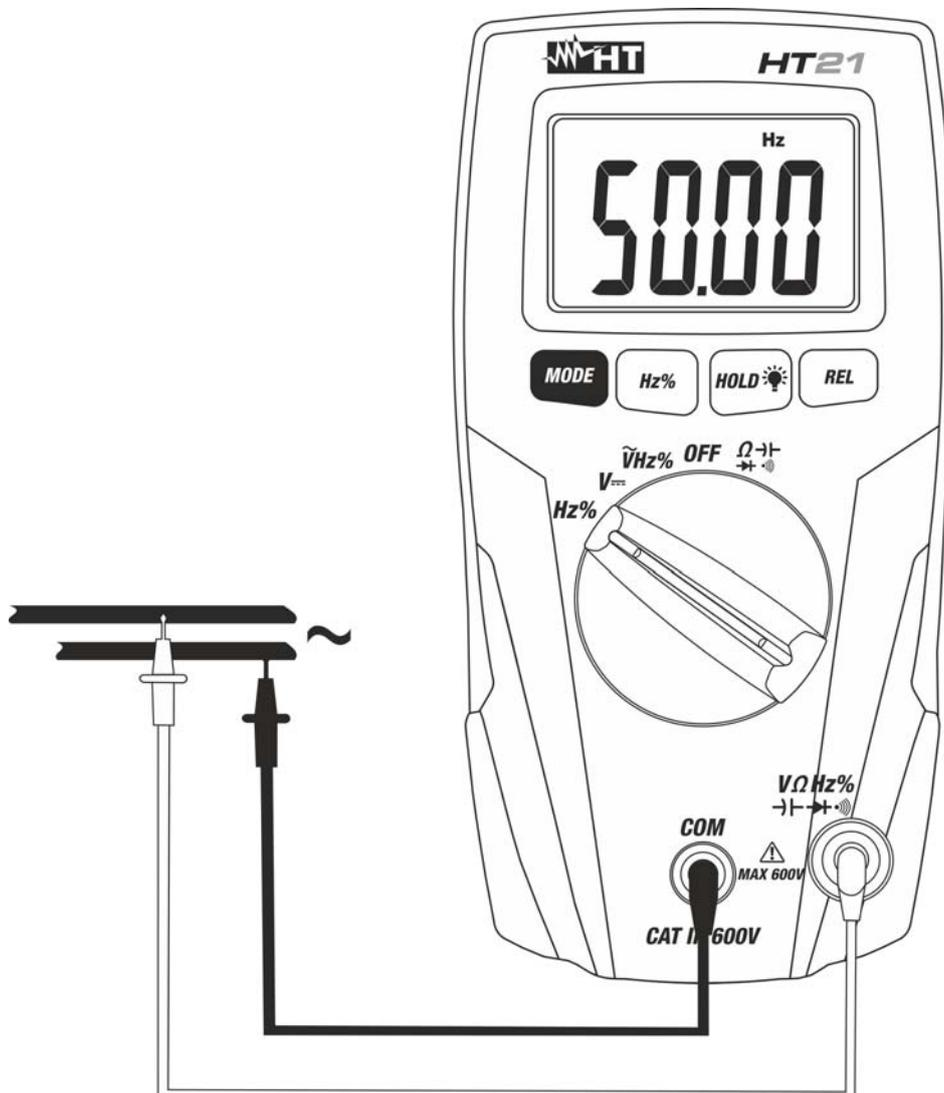

Fig. 6: Uso do instrumento per Medição de Frequências e Ciclo de Trabalho (Duty Cycle)
3. Colocar a ponteira vermelha e a ponteira preta respetivamente nos pontos do circuito em exame (ver Fig. 6). O valor da frequência é apresentado no display